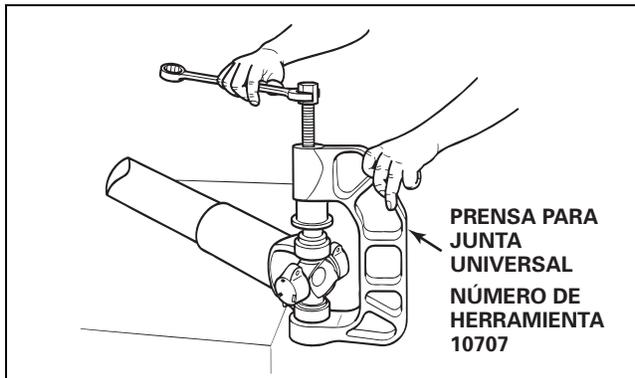

Figura 8
1. Coloque una prensa para junta universal (número de herramienta 10707) como se muestra en la Figura 8.